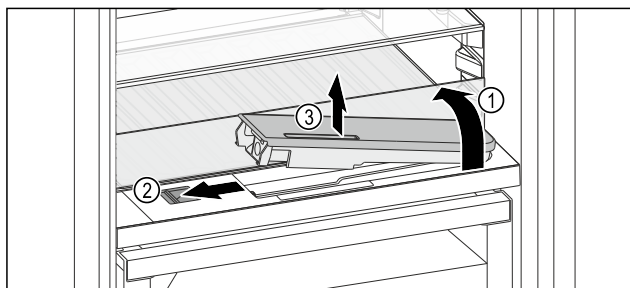

Fig. 135
- 抬起玻璃隔板，将其向后翻转至止挡 Fig. 135 (1)。
- 向左推滑块 Fig. 135 (2)。
- 取出水箱 Fig. 135 (3)。